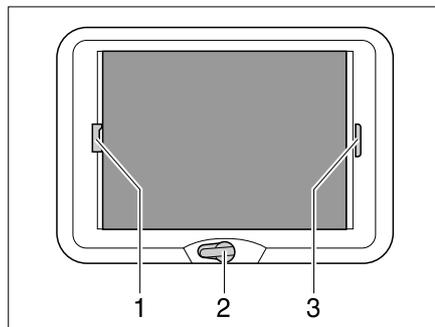

Bild 76 Kurbelhub-Dachhaube
Öffnen: ■ Die Handkurbel (Bild 76,2) drehen, bis Widerstand spürbar ist (max. Öffnungswinkel 70°).
Schließen: ■ Die Faltverdunklung am Griff (Bild 76,3) ziehen und an der gewünschten Position loslassen. Die Faltverdunklung bleibt in dieser Position stehen.
- Den Insektenschutz am Griff (Bild 76,1) zum gegenüberliegenden Griff der faltverdarkung (Bild 76,3) ziehen und einrasten lassen.
- Den Griff des Insektenschutzes (Bild 76,1) hinten nach oben drücken und den Insektenschutz an der faltverdarkung (Bild 76,3) aushängen.